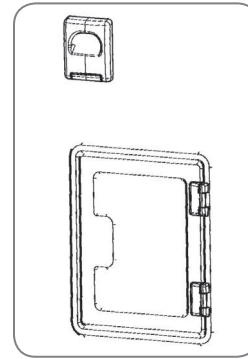

Abbildung 4.35
1. Füllen Sie den Wassertank über die Füllöffnung auf der Außenseite des Wohnwagens (Abb. 4.35).